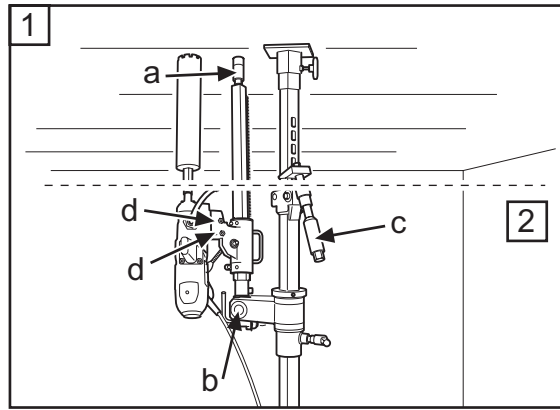

Fig. 12
4. Controllare che la vite del montante (a) nella colonna di foratura sia avvitata. Sollevare e bloccare la colonna di foratura in posizione verticale con il dado da 30 mm (b) (fig. 12).
4. Sicherstellen, dass die Stempelschraube (a) in der Bohrsäule eingeschraubt ist. Die Bohrsäule hochklappen und senkrecht mit der 30-mm-Mutter (b) sichern (Abb. 12).
4. Contrôler que la vis (a) du pilier de forage est complètement vissée. Sortir et verrouiller le pilier de forage en position verticale à l'aide de l'écrou de 30 mm (b) (Fig. 12).
4. Controleer of de stutschroef (a) op de boorkolom ingeschroefd is. Klap de boorkolom in verticale stand en zet vast met moer 30 mm (b) (Fig. 12).
6. Avvitare la vite del montante al soffitto per fissare la colonna di foratura in posizione. Fissare con il dado di bloccaggio da 30 mm (a) (fig. 12). Utilizzare un profilo di legno o simile come distanziale.
6. Die Stempelschraube zur Fixierung der Bohrsäule in ihrer Position einschrauben, mit 30-mm-Sicherungsschraube (a) sichern (Abb. 12). Einen Holzstab o. ä. zwischenlegen.
6. Visser la vis du poteau contre le plafond afin de fixer le pilier de forage sur la position souhaitée et verrouiller à l'aide d'un contre-écrou de 30 mm (a) (Fig.12). Utiliser une règle en bois ou un instrument similaire comme pièce intermédiaire.
6. Schroef de stutschroef tegen het plafond om de boorkolom in de stand te fixeren, zeker met borgmoer 30 mm (a) (Fig. 12). Gebruik een houten regel of iets dergelijks als tussenlaag.